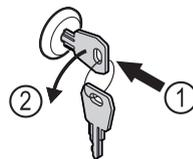

Fig. 182
- ▶ Inserire la chiave. Fig. 182 (1)
- ▶ Ruotare la chiave di 90° in senso antiorario. Fig. 182 (2)